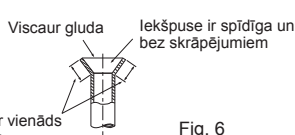

Fig. 6
- Salīdziniet paplašināto cauruli ar attēlu Fig. 6.